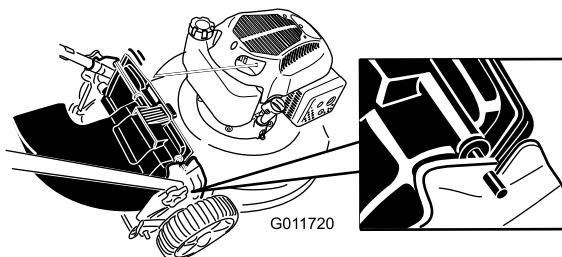

Figura 18
4. Introduzca la varilla del deflector de descarga trasera en las muescas del cortacésped (Figura 18).